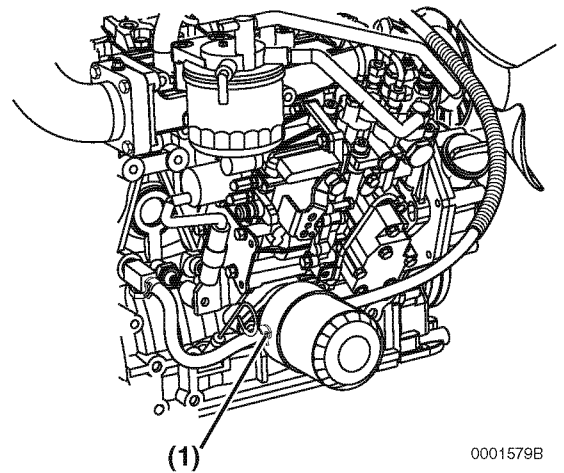

Figura 21
- En los modelos que estén equipados con un enfriador de aceite, extraiga la manguera del refrigerante (**Figura 21, (1)**) en el enfriador de aceite.